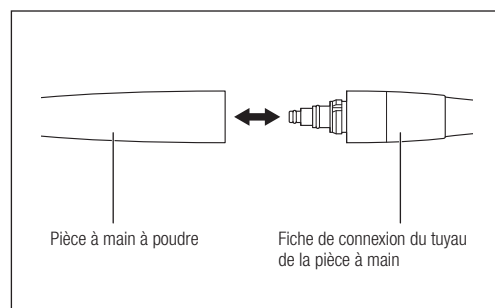

Fig. 9
- 2) Insérez la fiche de connexion du tuyau de la pièce à main dans la pièce à main à poudre (Fig. 9).